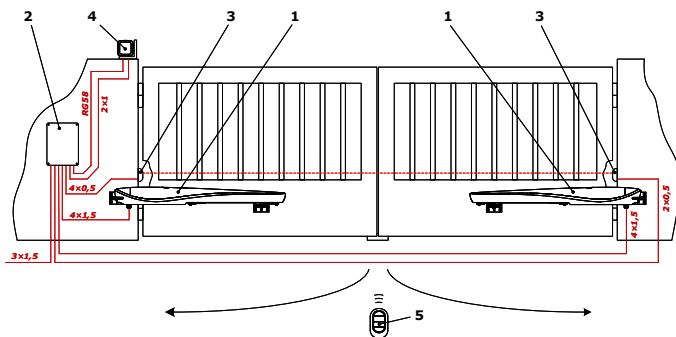

Рисунок 2. Типовая схема автоматизации распашных ворот
- Определите место, в которое будет установлено каждое устройство приводной системы. Пример типовой схемы автоматизации распашных ворот – **Рисунок 2**. Места установки устройств управления определите вместе с пользователем (владельцем).